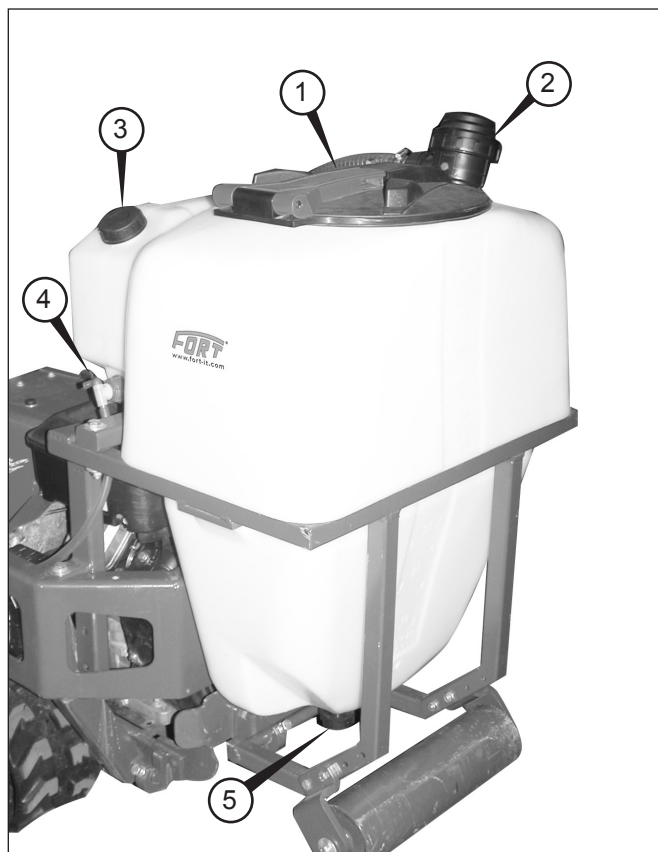

Fig. 16 - Serbatoio prodotti
- Assicurarsi come prima operazione il riempimento del serbatoio lavamani (3 Fig. 16) in modo tale da poter disporre sempre una fonte di acqua pulita a disposizione.
Scaricare i liquidi residui attraverso il tappo posto alla base del serbatoio (5 Fig. 16) dopo avere posizionato un contenitore di raccolta sotto il serbatoio stesso.